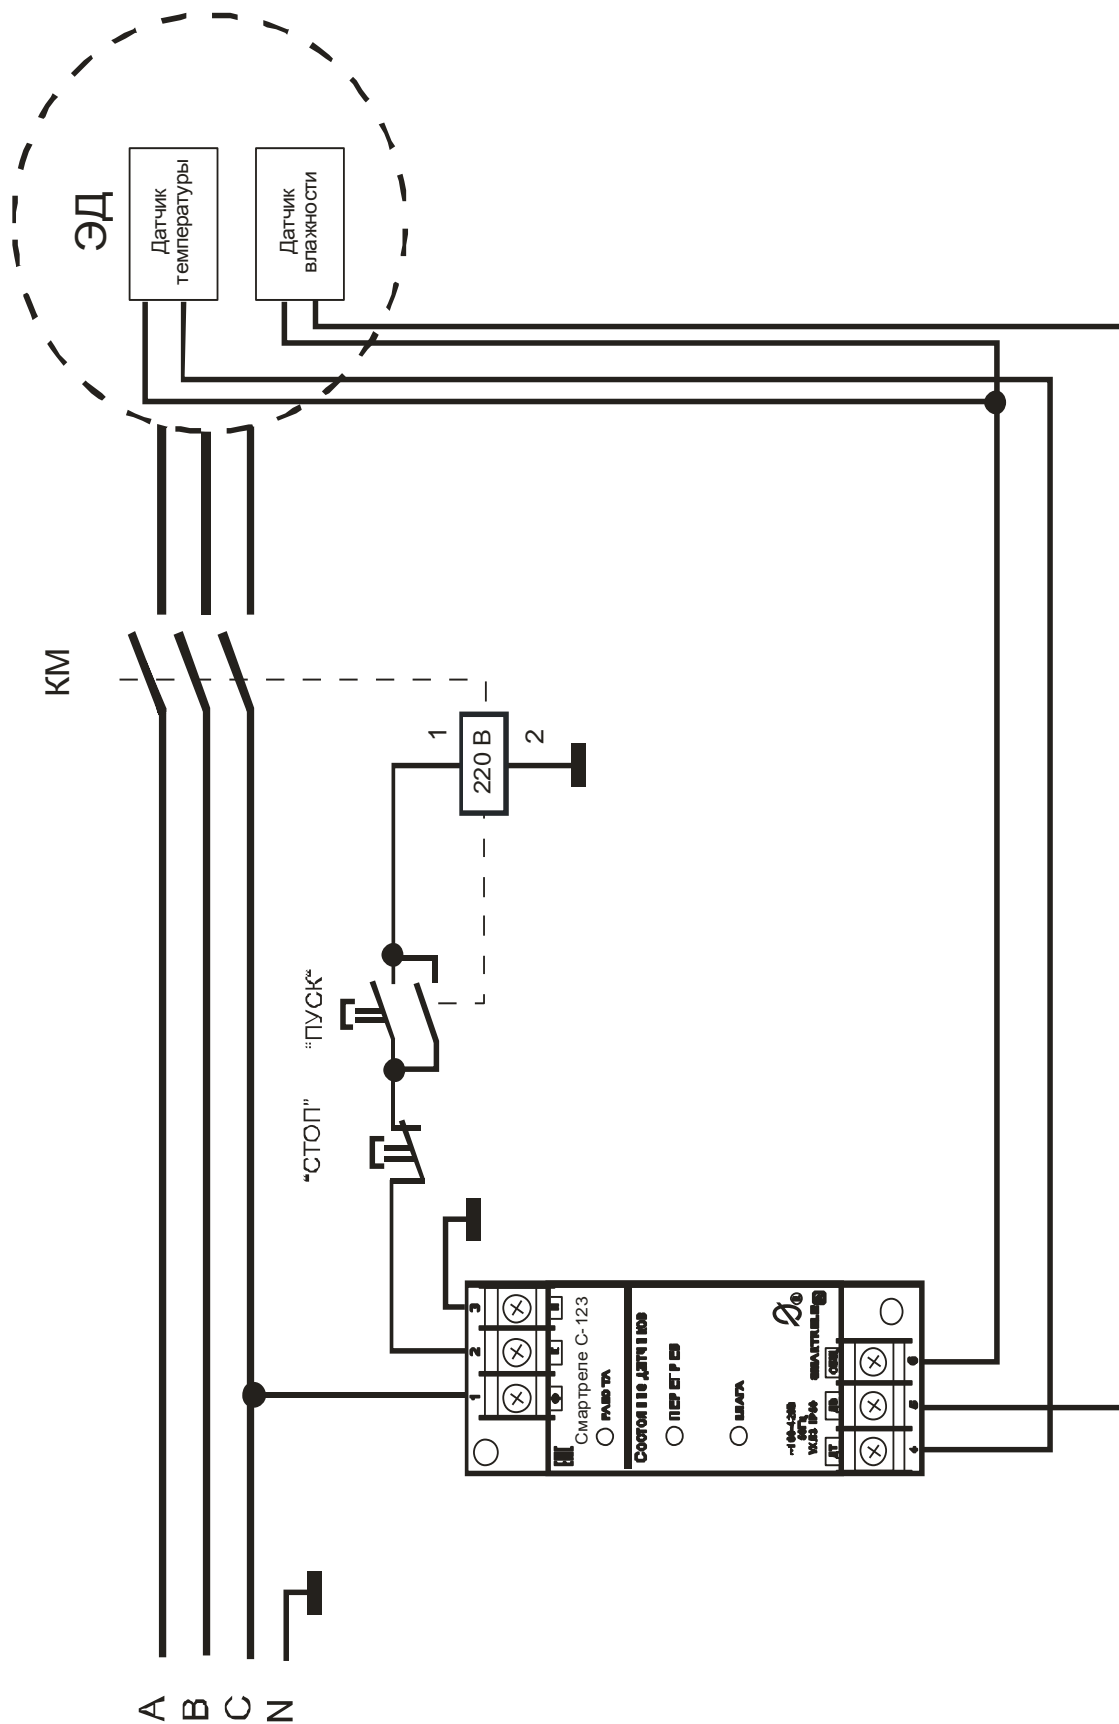

Рисунок 2 – схема включения реле в систему управления электродвигателем.
4.4 Схема включения реле в систему управления электродвигателя показана на рис.2.
6.2 Подключение реле производится в соответствии со схемой рис.2.